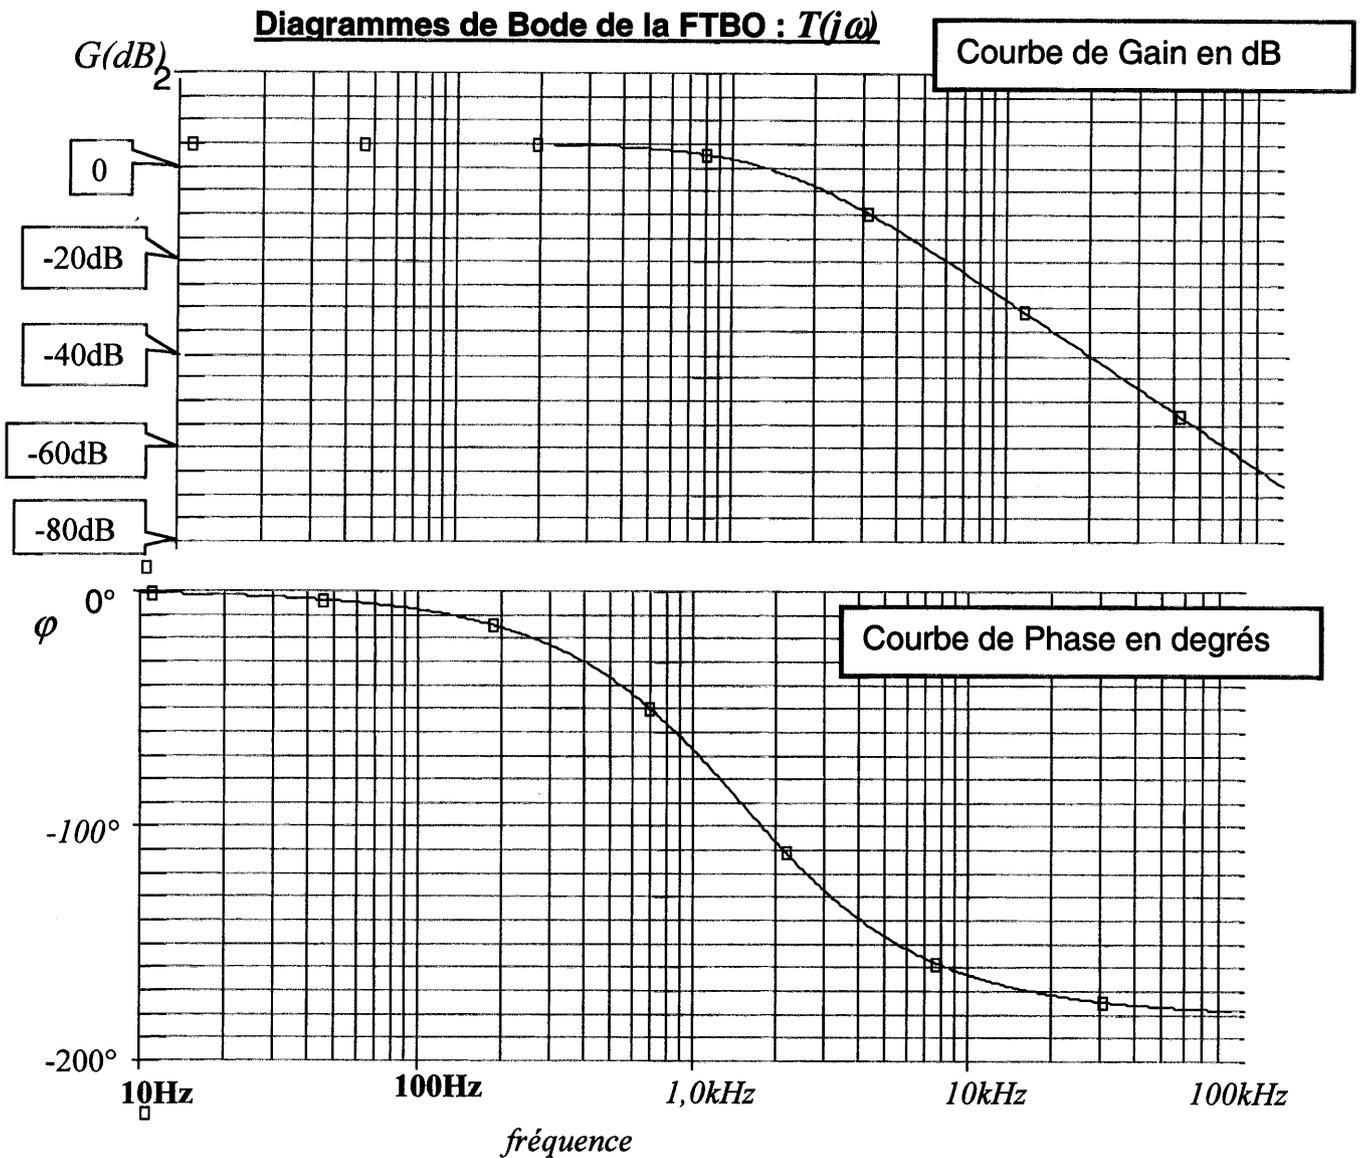

Figure 9
La réponse fréquentielle de l'alimentation dans la représentation de Bode avec les courbes de gain et de phase est donnée (figure 9).
2.1.1. Tracer, sur la figure 9, les diagrammes asymptotiques de la courbe de gain et de la courbe de phase. En déduire l'ordre de $T(j\omega)$ en justifiant votre réponse.